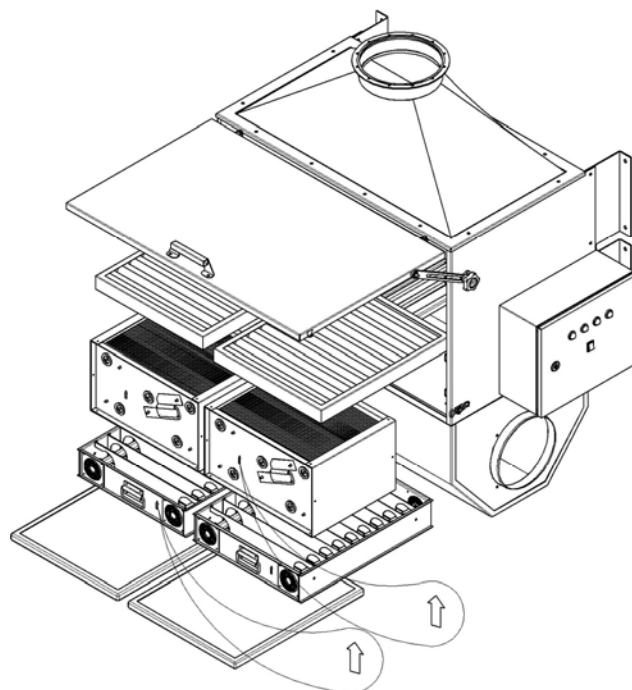

Рис. 8.1
- 8.1. Откройте защелки двери. Поднимите дверь вверх. Зафиксируйте дверь с помощью ручки и кулисы (см. рис. 8.1).
- 8.2. Извлеките предварительные фильтры осадительные и ионизационные кассеты, фильтры гофрированные (см. рис. 8.1).
Примечание. Стрелки на осадительной и ионизационной кассетах показывают правильное положение установки. Стрелки должны быть направлены вверх (см. рис. 8.1).